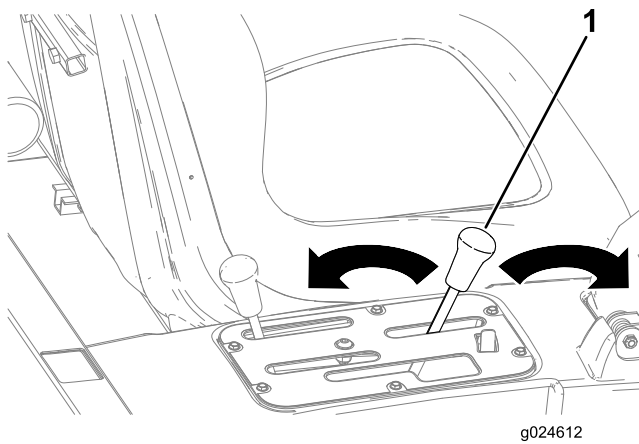

図 18
3. レバーを後ろに引くと荷台を希望する位置まで上昇させることができます 図 18。
4. レバーを前へ押すと荷台が下降します 図 18。